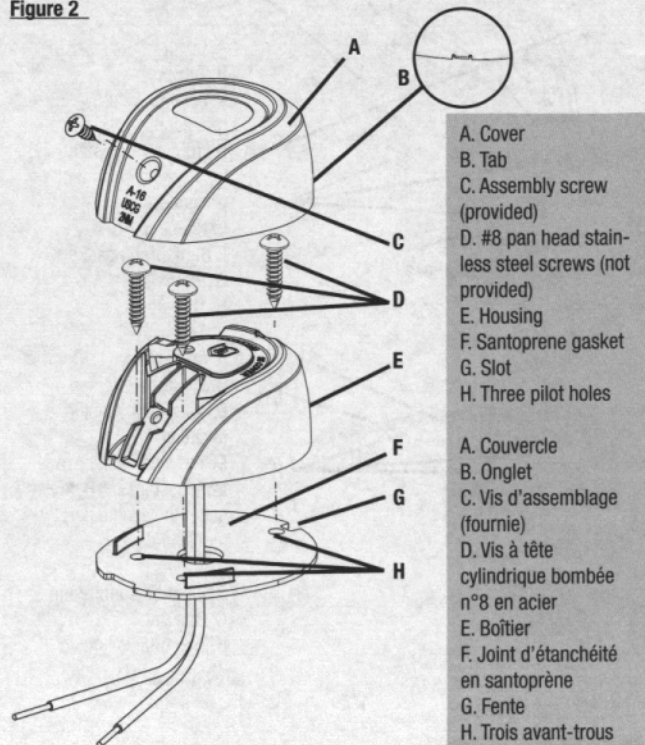

Figure 3
6. Make connections according to WIRING INSTRUCTIONS (Figure 3).
1. Connect wires to fused power source: (See Figure 3).
6. Effectuez les connexions selon les DIRECTIVES DE CÂBLAGE (Figure 3).
1. Reliez les fils à la source d'alimentation à fusible : (reportez-vous à la Figure 3).